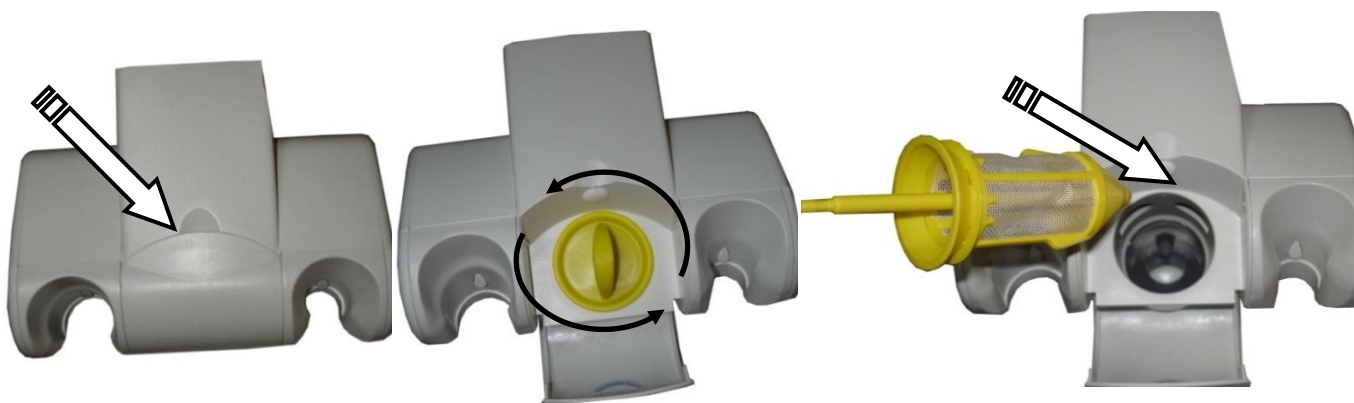

Рисунок 8.7.1
- шланги слино- та пилевідсмоктувача (Рисунок 8.7.1.);
- Відкрити кришку фільтра аспіраційного блоку, потягнувши її на себе (Рисунок 8.7.1);